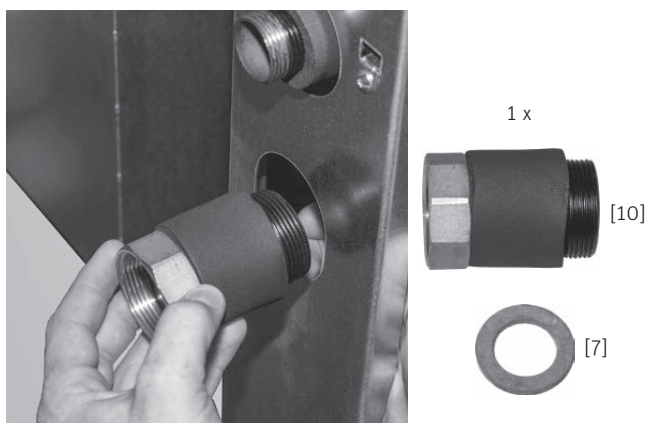

Fig. 58 Solo per BioWIN 2 Hybrid BW 21/26: montare la prolunga
- ▶ avvitare sul gruppo idraulico la prolunga [10] per il gruppo di sicurezza caldaia (accessorio) con guarnizione [7] – Fig. 58